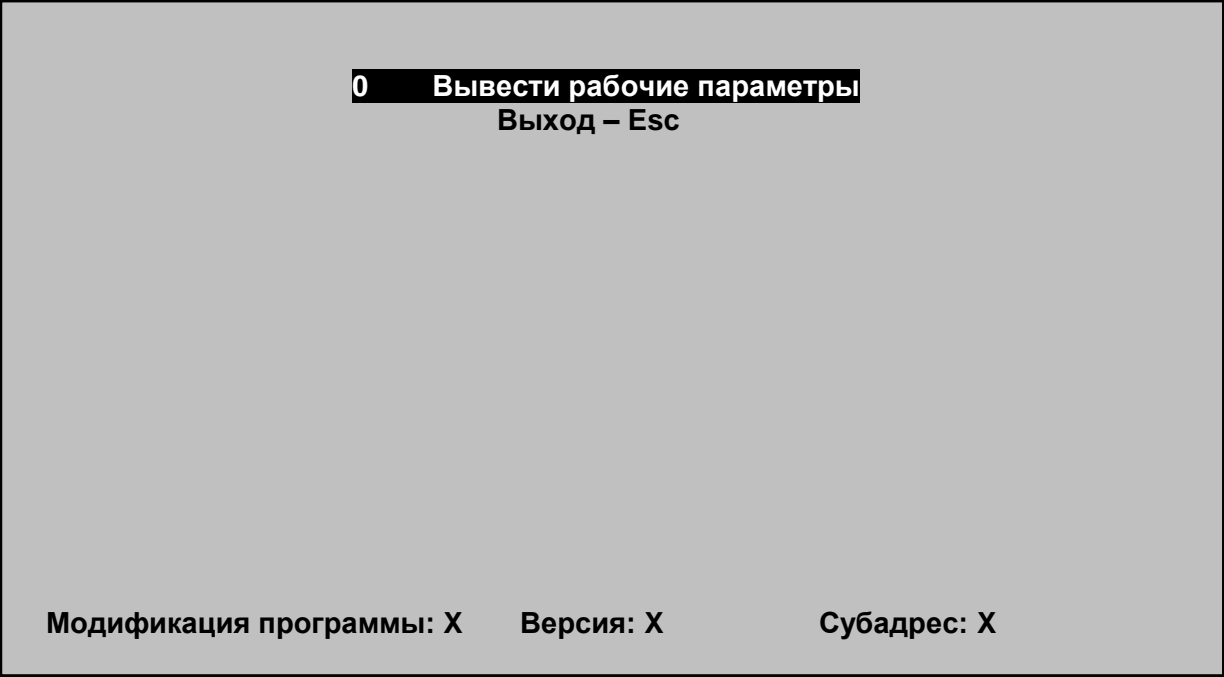

Рисунок 3 – Основное окно программы PR_KBK.EXE
Проконтролировать вывод на экран монитора основного окна (см. рисунок 3) и отсутствие сообщений типа: **"Адрес: X / Попытка X - Ошибка! Изделие не исправно или не подключено"**, **"Ошибка считывания идентификатора по КС"**.
4.2.12 Нажать два раза клавишу **Esc** и проконтролировать вывод на экран монитора основного окна (см. рисунок 3) и отсутствие сообщений типа: **"Адрес: X / Попытка X - Ошибка! Изделие не исправно или не подключено"**, **"Ошибка считывания идентификатора по КС"**.